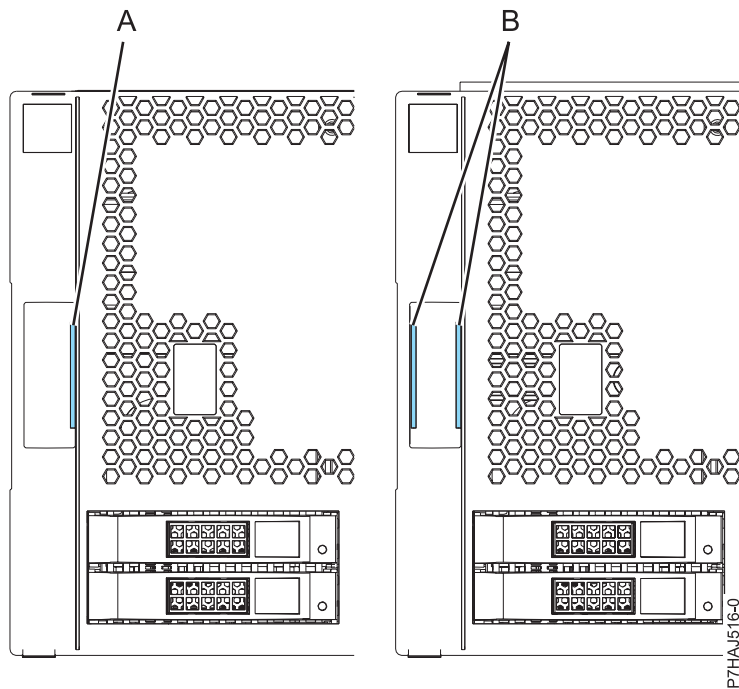

図 23. 古いカバーと新しいカバーの識別
注: 2011 年 3 月 1 日より前に出荷された古いカバーは、カバー・アセンブリー・ラッチに青いストライプが 1 本 (A) あることにより識別できます。2011 年 3 月 1 日以降に出荷された新しいカバーには、カバー・アセンブリー・ラッチに青いストライプが 2 本 (B) あります。51 ページの図 23 を参照してください。